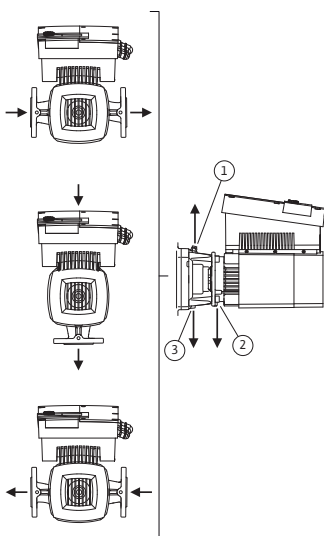

Fig. 23: Toegestane inbouwposities met horizontale motoras
De toegestane inbouwposities met horizontale motoras en elektronicamodule naar boven (0°) zijn in Fig. 23 weergegeven. De toegestane inbouwposities met zijwaarts gemonteerde elektronicamodule (+/- 90°) zijn niet afgebeeld. Elke inbouwpositie behalve "Elektronicamodule naar beneden" (- 180°) is toegestaan. De ontluchting van de pomp wordt alleen gegarandeerd als het ontluchtingsventiel naar boven is gericht (Fig. 23, pos. 1).
Alleen in deze positie (0°) kan het condensaat gericht worden afgevoerd via aanwezige boorgaten, pomplantaarnstuk (Fig. 23, pos. 3) en motor (Fig. 23, pos. 2). Verwijder daarvoor de stop aan de motorflens (Fig. 7, pos. 7a).
- Bij een horizontale motoras is de positie van de condensgat naar onderen vereist (Fig. 23, pos. 2). Eventueel moet de motor worden gedraaid.